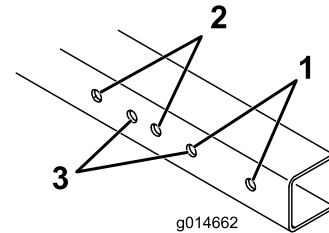

Figura 2
1. Consulte Figura 2 para determinar los taladros de montaje que deben utilizarse para ajustarse a la anchura del cortacésped de greens.
Nota: En las máquinas Greensmaster 1000, 1010 y 2000 equipadas con un groomer, retire el eje de la rueda en el extremo del groomer y adquiera e instale un eje nuevo (Pieza N° 106-5385). Asimismo, monte el conjunto de raíl del extremo del groomer en los taladros Greensmaster 1600 y 1610 (Figura 2).